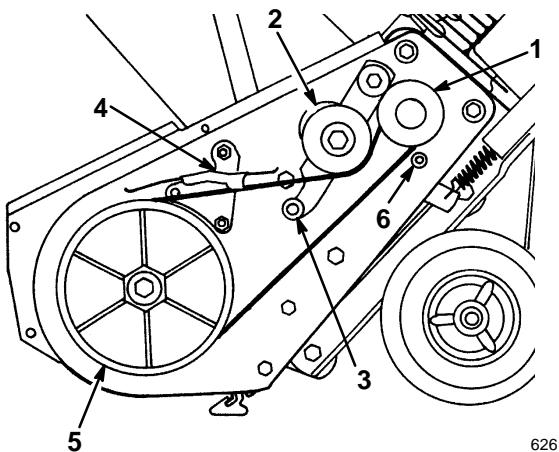

Figure 18
3. Abaisser la poulie folle pour pouvoir retirer la courroie de la poulie du rotor, de l'ensemble de frein et de la poulie du moteur (Fig. 18).
- Passer la courroie neuve autour de la poulie moteur, sous la poulie folle, sur le galet, dans l'ensemble de frein et autour de la poulie du rotor (Fig. 18).
IMPORTANT : La poulie doit passer sur le galet, comme illustré à la figure 18.